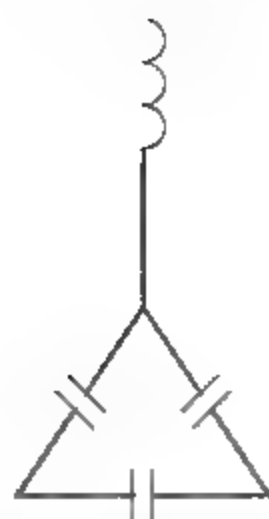

图9-108 删除图形
**20** 调用TR【修剪】命令，修剪多余的图形；调用E【删除】命令，删除多余的图形，如图9-108所示。